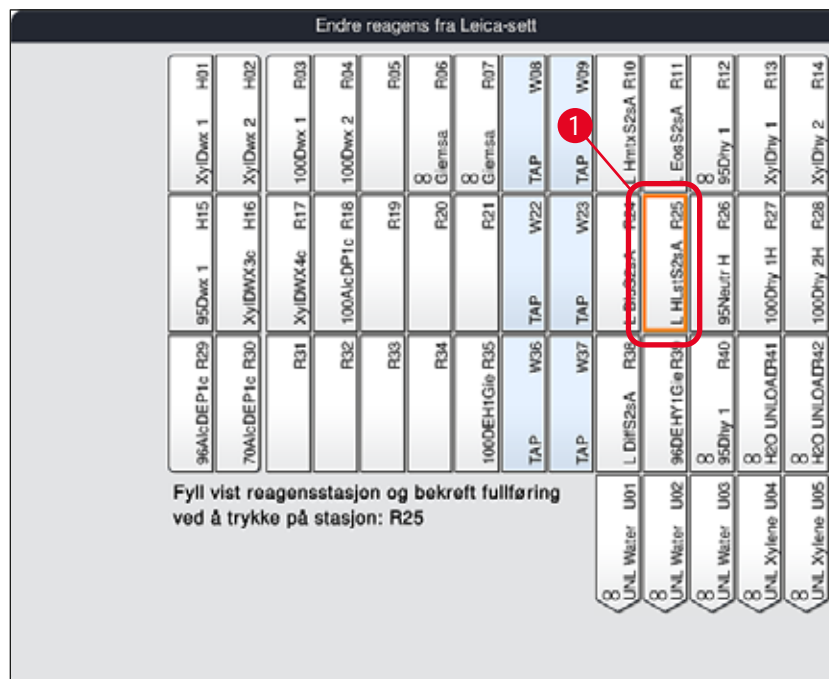

Fig. 59
3. I det nye vinduet **Endre reagens fra Leica-sett** (→ "Fig. 59"), er stasjonen som skal fylles, merket med oransje (→ "Fig. 59-1").